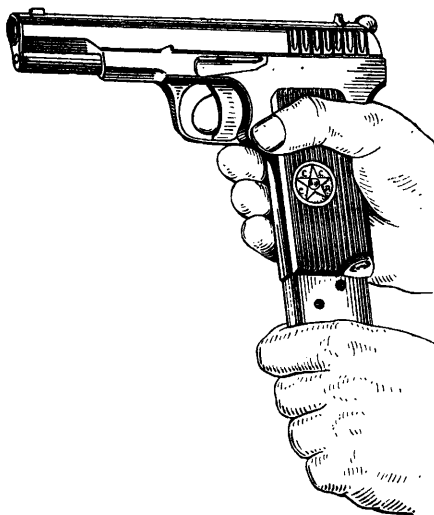

Рис. 96. Как разрядить пистолет
1) вынуть магазин; удерживая пистолет в правой руке за рукоятку, надавить большим пальцем этой же руки на пуговку защелки магазина, а левой рукой подхватить выпадающий при этом магазин (рис. 96);